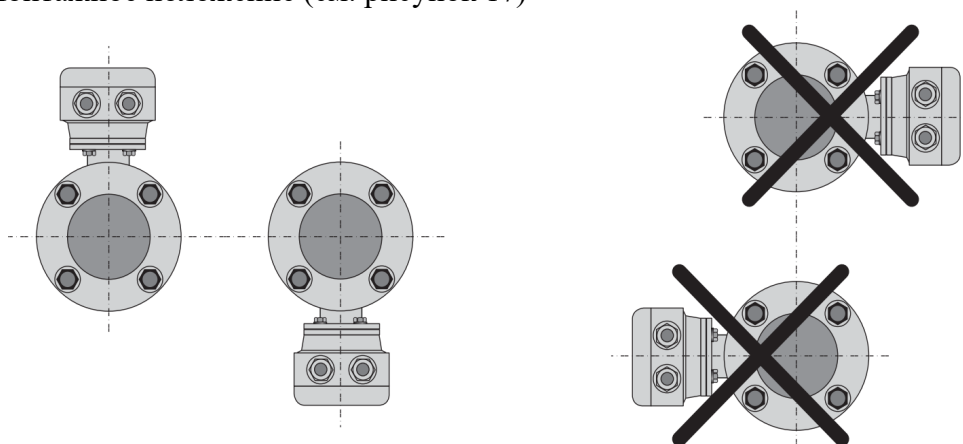

Рисунок 17 – Расположение при монтаже
2.2.3.1 Монтажное положение (см. рисунок 17)